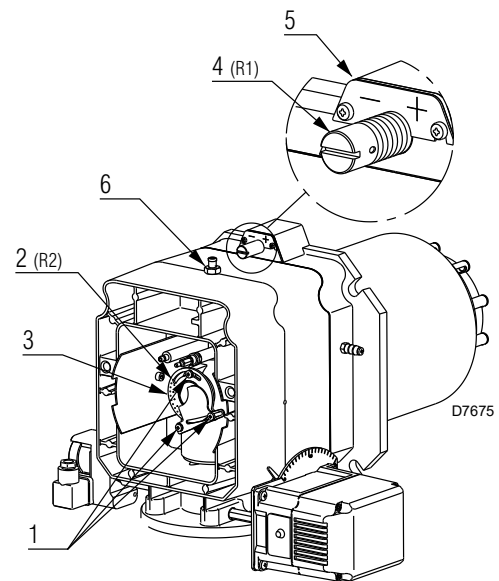
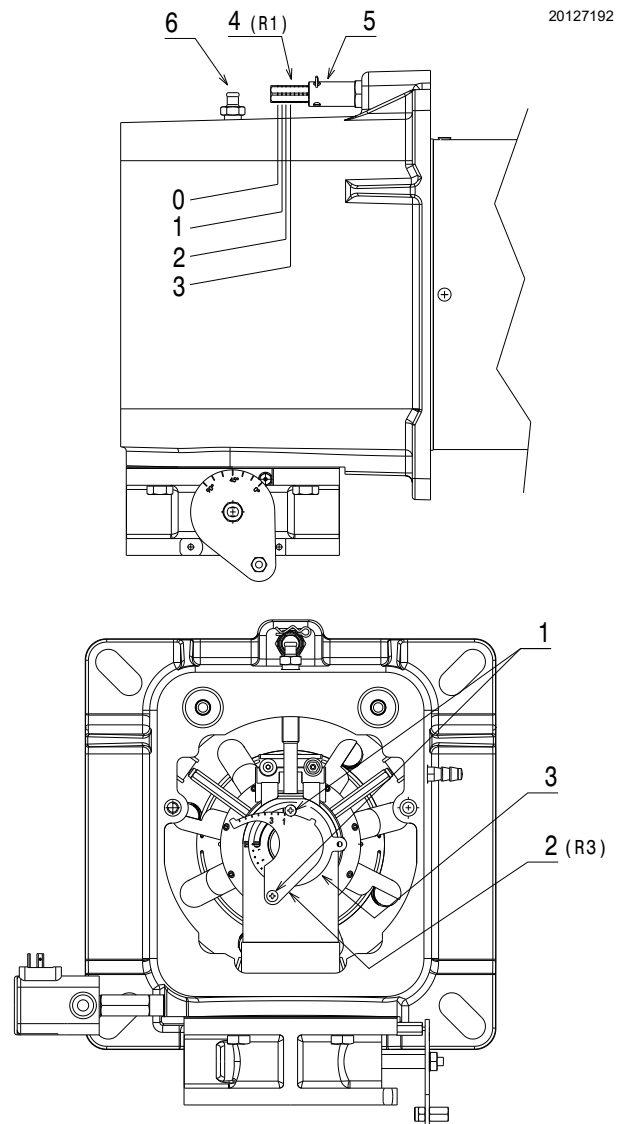

Fig. 18
Fig. 19
- Tourner la vis 4)(Fig. 18 - Fig. 19) jusqu'à ce que l'encoche ne corresponde au plan avant 5) du raccord.
- desserrer les 2 vis 1)(Fig. 18) et tourner la bague 2) jusqu'à ce que l'encoche trouvée ne coïncide avec la vis 1) ;